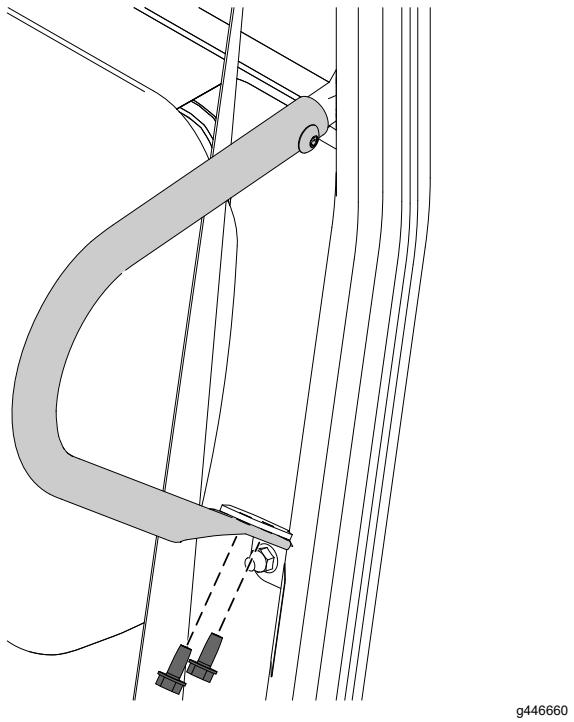

Figure 1
5. Retirez les vis du support de la retenue d'épaule et conservez-les pour l'installation ultérieure (Figure 1).